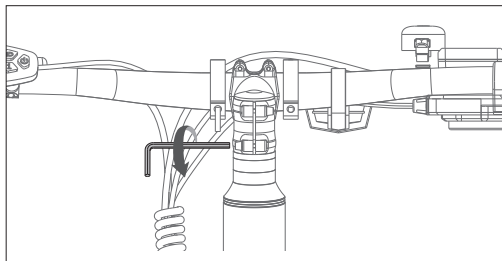

Figura 1-3
- Apriete el tornillo en sentido horario. Coloque la tapa de goma en la parte superior del vástago, como se muestra en (Figura 1-3, 1-4).
- Ajuste el panel de instrumentos y el nivel del reflector a una posición horizontal para que estén en línea recta, como se muestra en (Figura 1-3).